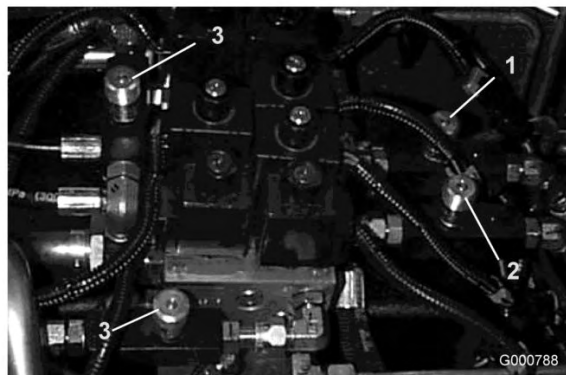

Figura 88
1. Accedete alle valvole situate sotto il sedile, per regolare gli elementi di taglio anteriori (Figura 88).
9. Accedete alle valvole situate sotto il sedile, per regolare gli elementi di taglio laterali (Figura 88).